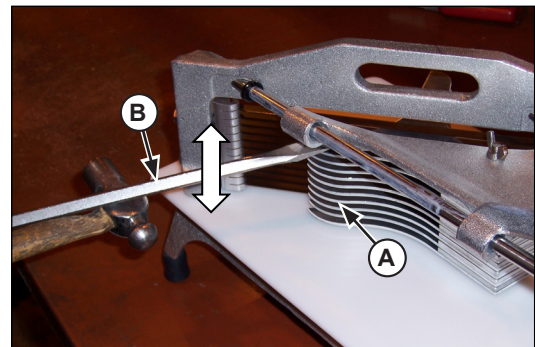

Figure 2. Ajustement de la tête de poussée entre les lames
2. Vous devrez peut-être aussi ajuster la tête de poussée (A) par l'arrière de l'appareil également. Au besoin, insérez avec précaution un tournevis (B) entre les fentes dans la tête de poussée. Tapotez doucement sur le tournevis (B) (vers le haut ou le bas) pour faire passer les doigts de la tête de poussée facilement à travers les lames. Voir la figure 2.